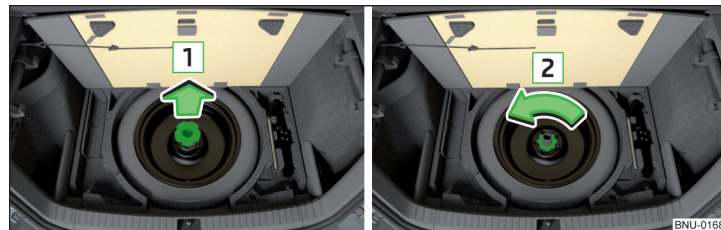

Fig. 309 Sacar la rueda
La rueda se encuentra en una cavidad debajo de la moqueta del maletero y está fijada con un tornillo de seguridad » fig. 309.
- » Retirar la pata de apoyo para el suelo del maletero en el sentido de la flecha **1** y desatornillar el tornillo de seguridad en el sentido de la flecha **2** » fig. 309.
- » Atornillar el tornillo de seguridad contra el sentido de la flecha **2** hasta el tope » fig. 309.